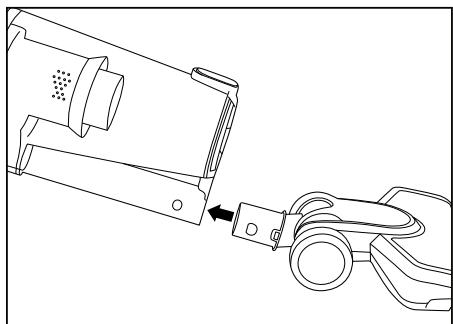

Fig. 3
3. Fixez le suceur pour sol sur le col du réservoir à poussière en vous assurant que le bouton sur le col du suceur se verrouille en position (Fig. 3).